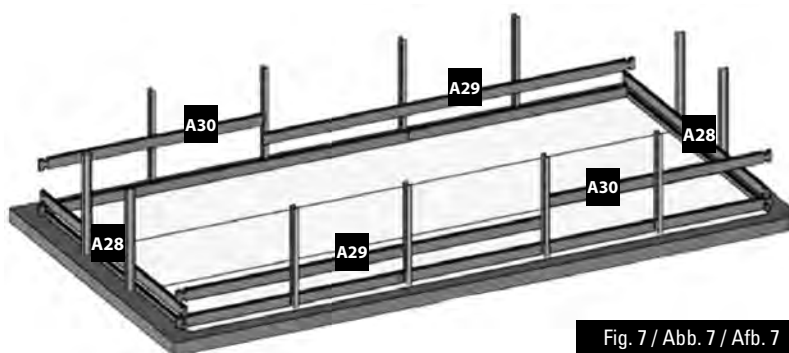

Fig. 7 / Abb. 7 / Afb. 7
**EN 2nd LAYER OF BOARDS:** • Install the second layer of boards as shown in figure 7. • There is a wooden wedge in the structure packet to correctly assemble the boards. • Never directly hit against the boards. You would damage the pegs and would weaken the structure. Do not hit them with anything metallic. This would inevitably damage the wood. • Try to correctly assemble the boards right from the start. There should not be any space between each layer of boards to avoid maladjustment of the higher boards.
**FR 2ÈME RANGÉE DE MADRIERS :** • Positionnez les madriers de la deuxième rangée conformément à la figure 7. • De manière à emboîter correctement les madriers, une cale en bois est à votre disposition dans le colis de structure. • Ne pas taper directement sur les madriers. Cela abîmerait les languettes et nuirait à la solidité de la structure. • Ne pas frapper avec une pièce métallique. Cela détériorerait le madrier irrémédiablement. • Veillez à emboîter bien à fond les madriers dès le départ. Il ne doit pas y avoir d'espace entre chaque rangée pour éviter un décalage au niveau des madriers supérieurs.
**DE 2. BRETTERREIHE:** • Platzieren Sie die Bretter der zweiten Reihe laut Abb. 7. • Um die Bretter richtig anbringen zu können, finden Sie einen Holzkeil im Paket des Tragwerks. • Nicht direkt auf die Bretter klopfen. Das würde die Zapfen und die Festigkeit des Tragwerks beschädigen. • Nicht mit einem Metallteil darauf klopfen. Es würde das Holz unabänderlich beschädigen. • Versuchen Sie, die Bretter von Anfang an tiefgehend ineinander zu fügen. Zwischen den Reihen darf kein Platz sein, um eine Fehlanpassung der oberen Bretter zu vermeiden.
**NL 2ª RIJ PLANKEN:** • Plaats de planken van de tweede rij zoals aangegeven op afbeelding 7. • Om de planken correct te assembleren, zit er een houten wig in het pakket van het frame. • Sla niet direct op de planken. Daardoor gaan het profiel kapot en wordt de stevigheid van het frame ondermijnd. • Sla er niet direct op met metaal. Hierdoor raakt het hout onherstelbaar beschadigd. • Zorg ervoor dat de planken vanaf het begin stevig op elkaar aansluiten. Er mag geen ruimte tussen de rijen overblijven, om te voorkomen dat de bovenste houtdelen onregelmatig uitkomen.